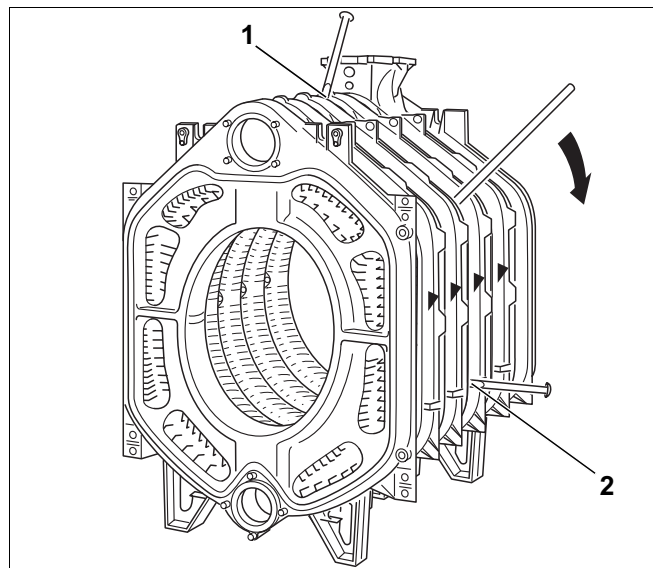

Fig. 24
- Del kjelen på det utette stedet ved å slå inn flate kiler eller meisler på de tilsvarende stedene (fig. 24, **pos. 1 og 2**), oppe og nede mellom elementene.